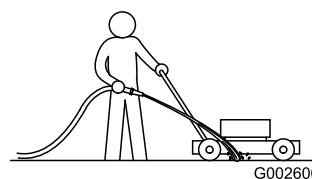

Figure 49
2. Mettez le moteur en marche et engagez la lame, puis dirigez un jet d'eau devant la roue arrière **droite** (Figure 49).